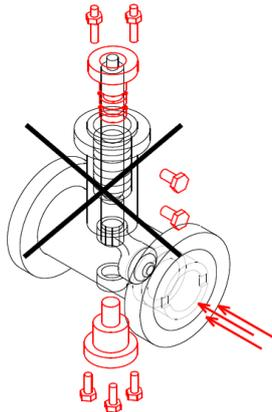

Fig. 7-1: Verletzungsgefahr durch äußere, drucktragende Teile während des Betriebs
- Externe drucktragende Teile (z.B. Schraube Prüfanschluss, Schraube Ausblassicherung Welle (101) bei Ventiltypen 72 und 73) nicht lösen, während das Ventil druckbeaufschlagt ist. Vgl. Bild 7-1, 7-2.
- Externe drucktragende Teile (z.B. Schraube Prüfanschluss, Schraube Ausblasseicherung Welle (101) bei Ventiltypen 72 und 73) nicht lösen, während das Ventil druckbeaufschlagt ist. Vgl. Bild 7-1, 7-2.
- Externe drucktragende Teile (z.B. Schraube Prüfanschluss, Schraube Ausblussicherung Welle (101) bei Ventiltypen 72 und 73) nicht lösen, während das Ventil druckbeaufschlagt ist. Vgl. Bild 7-1, 7-2.